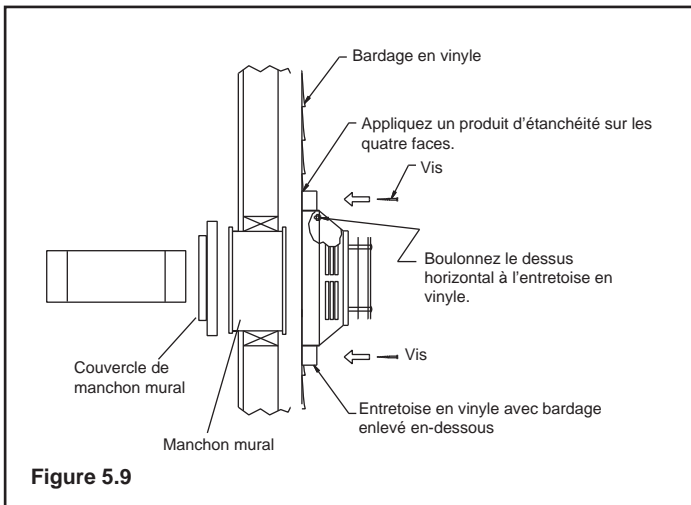

Figure 5.9
**(REMARQUE :** Certains abat-vent peuvent causer le décentrage du conduit sur le bardage.) Les dégagements par rapport aux matériaux combustibles doivent être adéquats. Si vous utilisez un abat-vent agréé sur un bâtiment au bardage de vinyle, une entretoise de bardage de vinyle doit être installée entre l'abat-vent et le mur extérieur (**Figure 5.9**). Suivez les instructions du fabricant pour la fixation de l'entretoise pour bardage de vinyle à l'abat-vent horizontal. Ces entretoises empêchent le chauffage excessif du bardage en vinyle et de fondre le vinyle. Retirez le bardage de la zone où se situera l'écarteur.